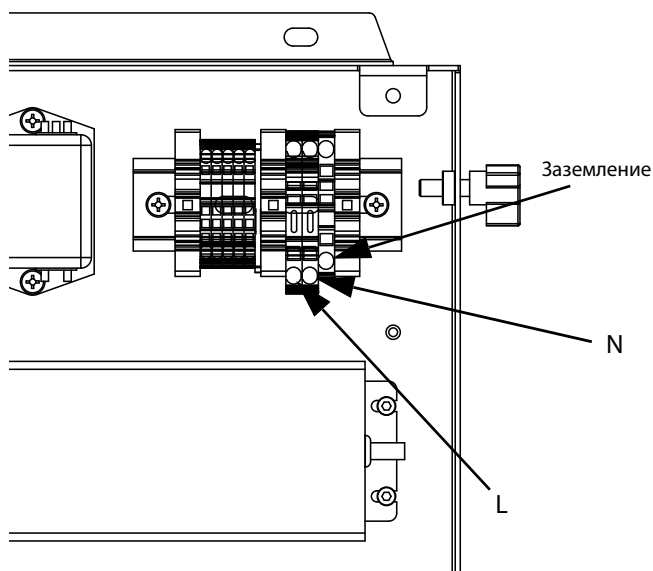

Рис. 14: Проводка систем 100–240 В переменного тока
- Для прокладки проводки систем 100–240 В пер. тока см. Рис. 14.